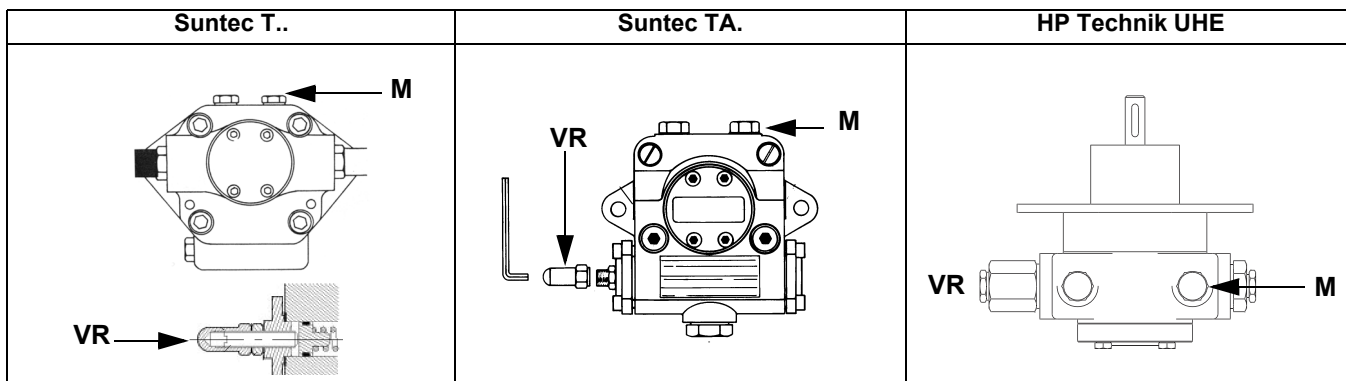

Рис. 10
ВНИМАНИЕ: установка выходного давления регулятора VD-R осуществляется воздействием на регулировочную кольцевую гайку (рис. 10). Положение индикатора на циферблате показывает значение давления на выходе, рассчитанное в процентах от полной шкалы PS датчика (рис. 11).
- 3 выпустить воздух со штуцера (M) манометра насоса (Рис. 10), расслабив слегка заглушку, но не снимая ее; затем отпустить контактор;